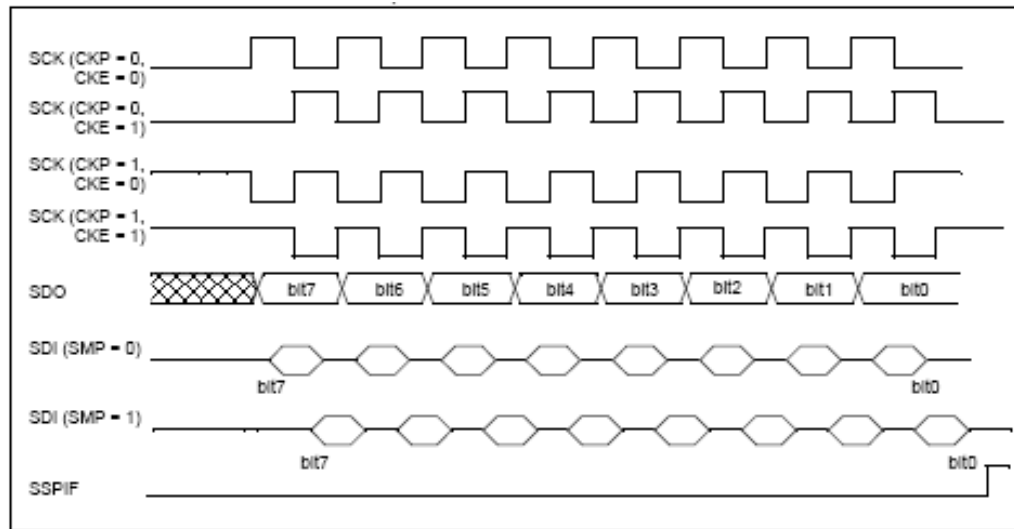

Figura 8.4: Temporização SPI no modo mestre.
- d)** Configurar a forma de onda do clock. O padrão SPI disponibiliza 4 opções que podem ser ajustadas em dois bits distintos, CKP (SSPCON<4>) e CKE (SSPSTAT<6>), como na **Figura 8.4**